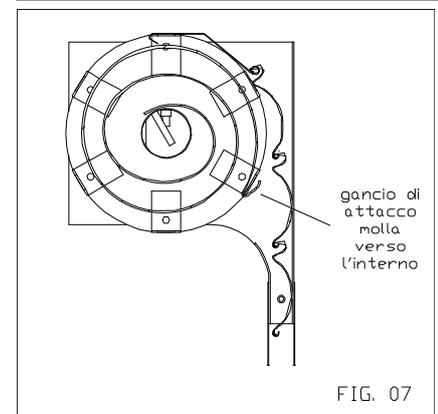

FIG. 07
3. Posizionare l'asse portamolli della serranda, all'interno delle sedi presenti nelle bandiere. Per il suo giusto orientamento verificare che nel punto dove la molla si blocca alla scatola portamolli, il gancio sia rivolto verso l'interno (FIG. 07).